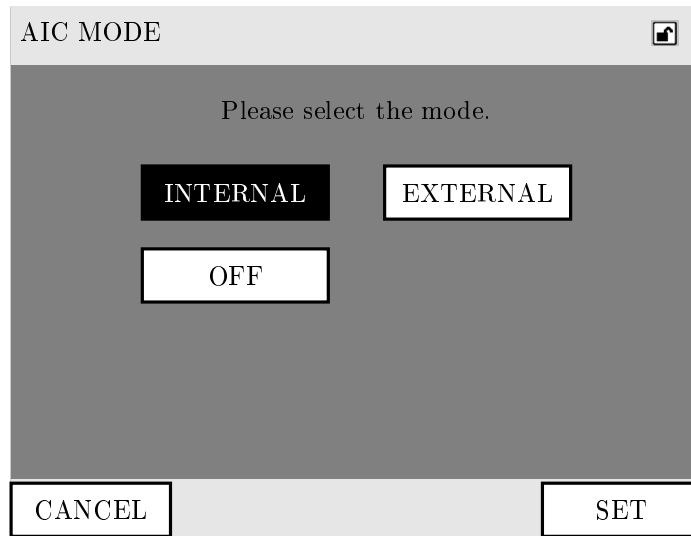

Рис. 4.8: Настройка AIC
- a) AIC MODE Устанавливает способ запуска автоматической калибровки. Нажатием на поле открывается окно AIC MODE (рис. 4.8 на следующей странице).